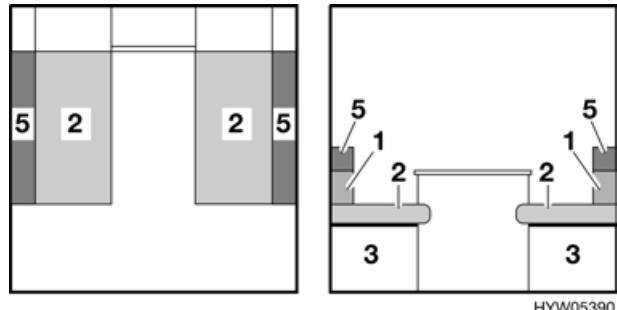

Fig. 45 Prima della trasformazione
- Sfilare il cuscino aggiuntivo (Fig. 45,5) dal cuscino dello schienale (Fig. 45,1). Il cuscino aggiuntivo è fissato a quello dello schienale tramite un nastro in velcro e può essere staccato con facilità.
- Togliere i cuscini dello schienale (Fig. 45,1).